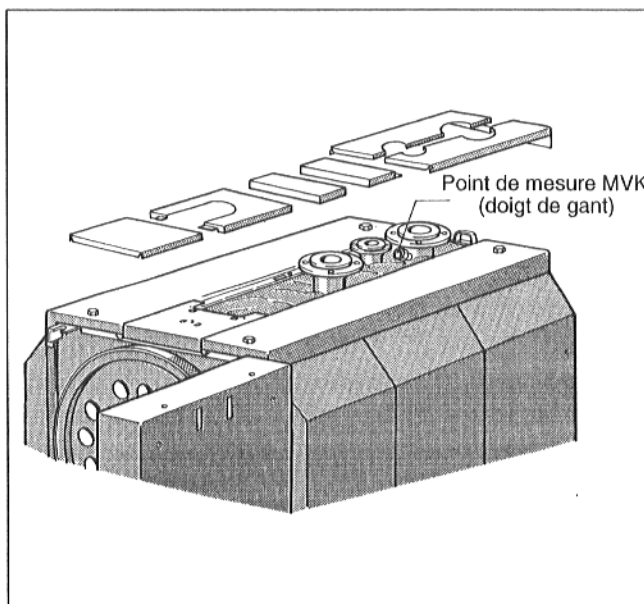

Fig. 23
- Introduire la sonde dans le doigt de gant jusqu'à la butée de la zone de mesure MVK (Fig. 23).